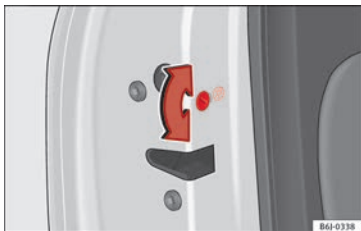

Fig. 142 Sicura per bambini della porta sinistra.
porte a sinistra »»» **fig. 142** e in senso orario per le porte a destra.
- Con la porta aperta, girare con la chiave del veicolo la feritoia in senso orario per le porte a destra e in senso orario per le porte a sinistra »»» **fig. 142**.